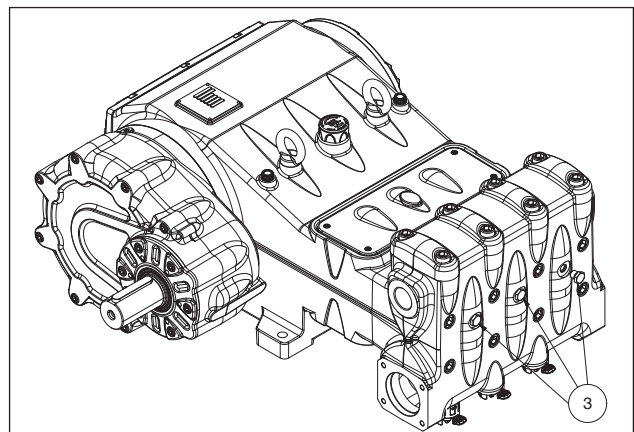

Abb. 11
**Bei etwaigen Ansaugproblemen durch unzureichende Versorgung können Sie die drei frontseitigen Verschlüsse abnehmen (nicht bei Version MK240), siehe Pos. ③ Abb. 11.**